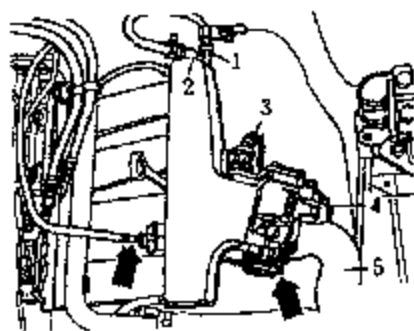

图 2-50 拆卸节气门控制单元相关组件
(1) 进气歧管的拆卸。拆卸前应查询车载收音机密码，关闭点火开关，断开蓄电池接地线，排空冷却液。拆卸进气歧管时，应断开或割开所有电缆及拉索，安装时必须按原样复位。进气歧管和拆卸步骤如下：
①拆卸冷却液膨胀箱及软管。
②拆开节气门控制单元处及支架的节气门拉索（不拆卸节气门拉索夹持器），拆开节气门控制单元处的空气软管 5，断开通向活性炭罐的真空管 1，拉出通向制动助力器的真空管 2，如图 2-50 所示。